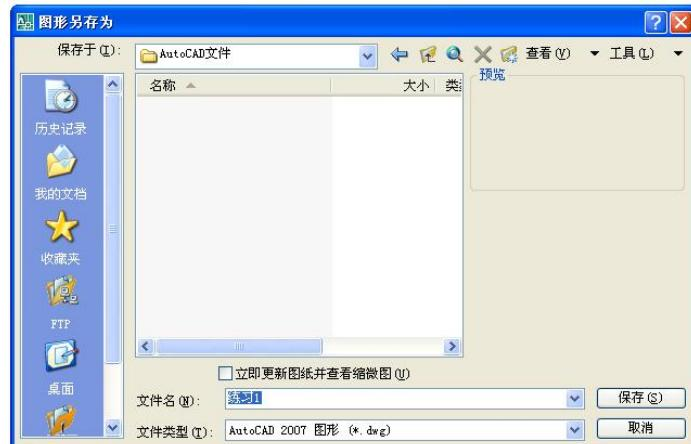

图 1-20 保存图形文件
4、选择【文件】，【保存】命令，弹出【图形另存为】对话框。在【保存于】下拉列表框中选择路径【C: /AutoCAD 文件】，在【文件名】文本框中输入【练习 1】，如图 1-20 所示，单击【保存】按钮，保存图形文件。